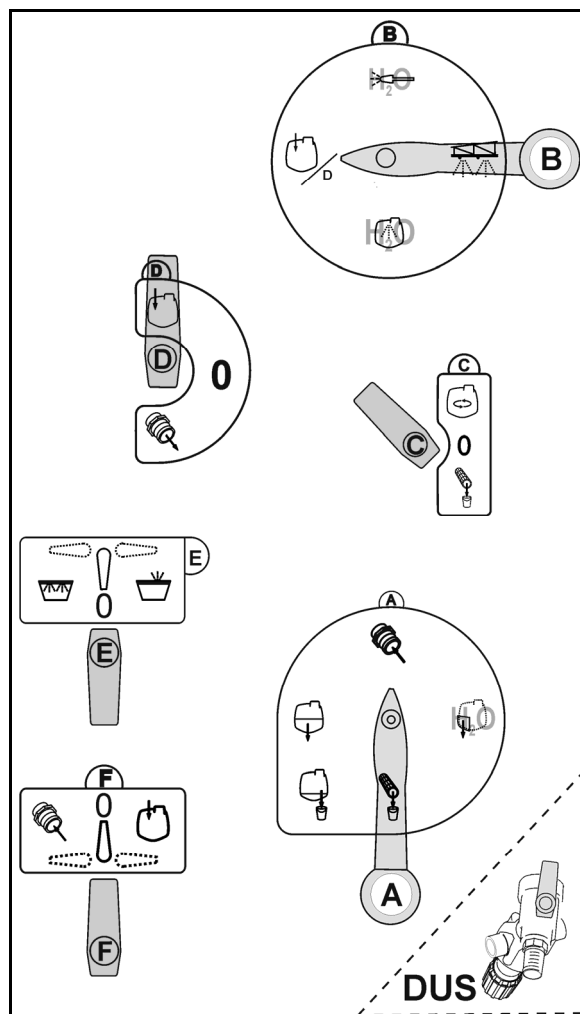

Fig. 15
3. Sett koblingsventilen på betjeningspanelet i angitt stilling (Fig. 15):